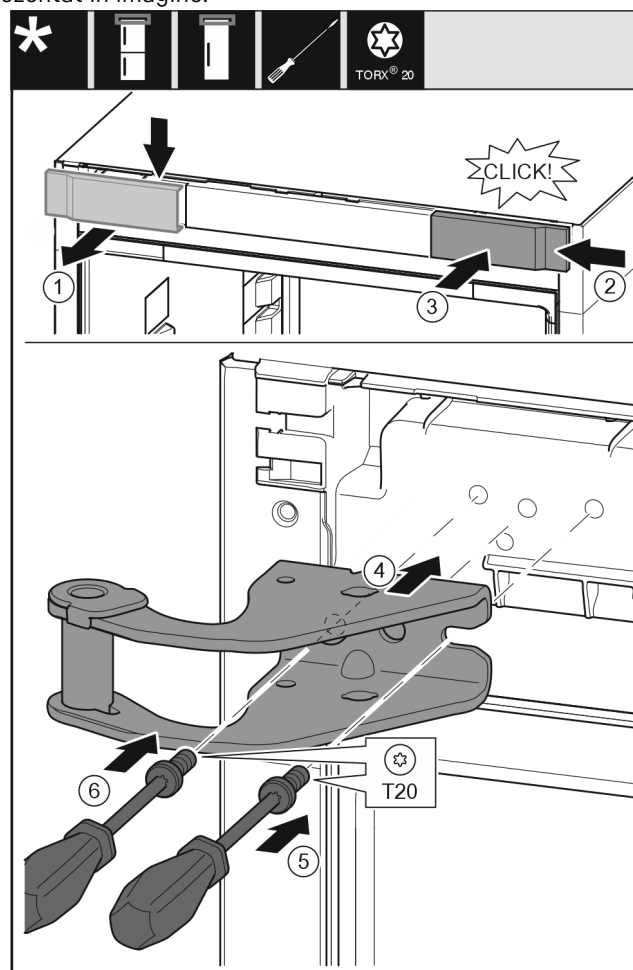

Fig. 31
- ▶ Detaşaţi apărătoarea de sus spre înainte. Fig. 31 (1)
- ▶ Acroşaţi pe cealaltă parte din dreapta capacul rotit cu 180°. Fig. 31 (2)
- ▶ Fixaţi în poziţie apărătoarea. Fig. 31 (3)
- ▶ Aşezaţi suportul de lagăr superior. Fig. 31 (4)
- ▶ Aşezaţi şi înşurubaţi ferm şurubul cu şurubelniţa T20. Fig. 31 (5)
- ▶ Introduceţi şi înşurubaţi ferm şurubul cu şurubelniţa T20. Fig. 31 (6)